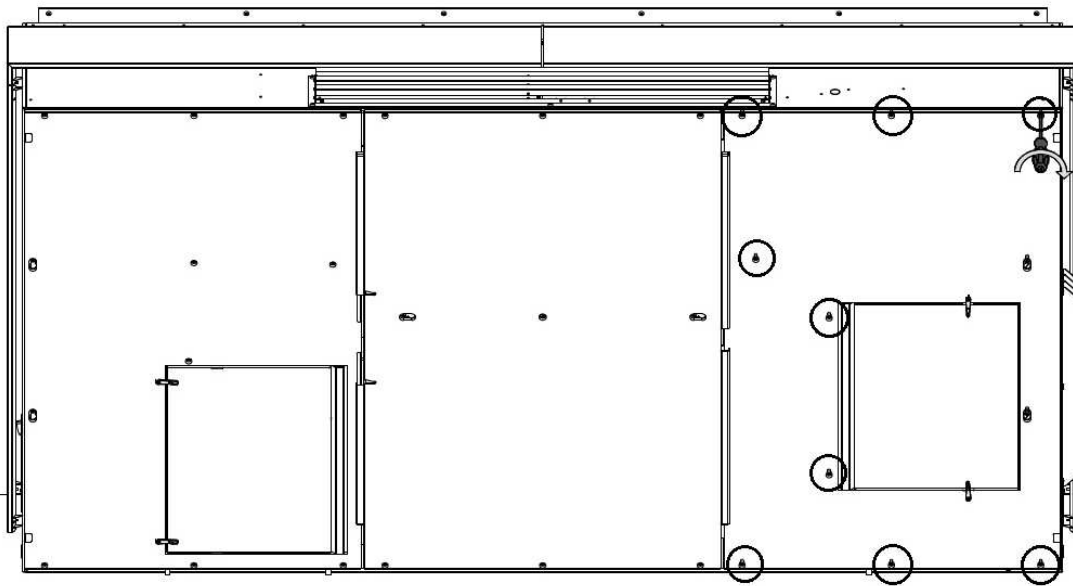
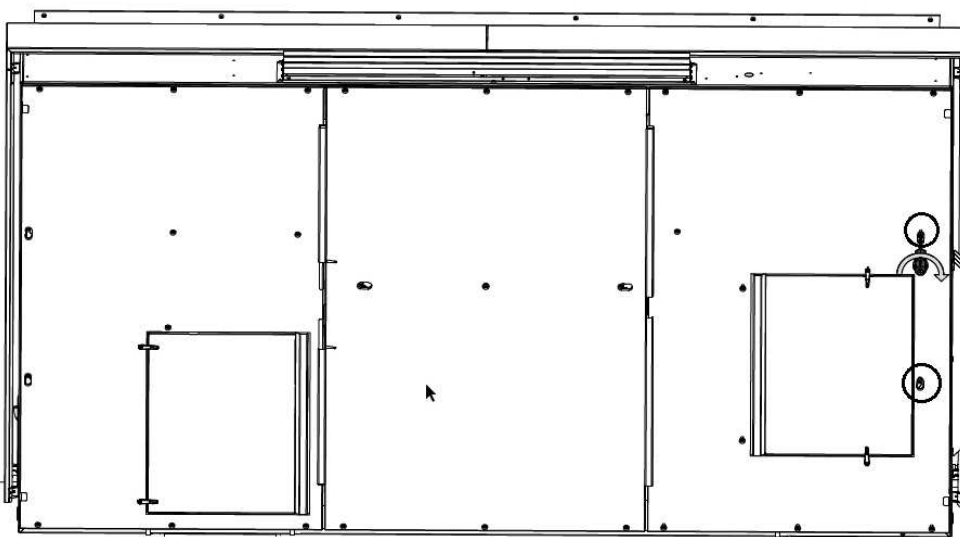

Abbildung 49: Befestigungspunkte für die rechte Stahlplatte
Abbildung 50: Anziehen der Schrauben
13. Schrauben Sie die Stahlplatte mit neun kurzen Schrauben in den Geräterahmen, siehe Abbildung 49. Wenn dies erledigt ist, ziehen Sie die Schrauben im Schlüsselloch an, siehe Abbildung 50.